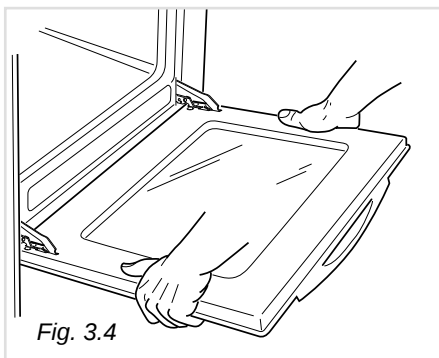
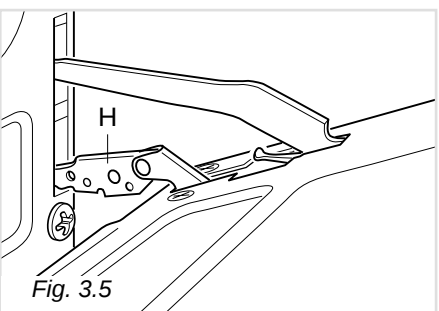

Fig. 3.4
Fig. 3.5
- Saisir la porte (comme indiqué sur la fig. 3.4) et, tout en la fermant, libérer les charnières comme illustré sur la fig. 3.5.
- Saisir la porte, en plaçant les deux mains près des charnières, et soulever les leviers "H" avec les index (fig. 3.5).